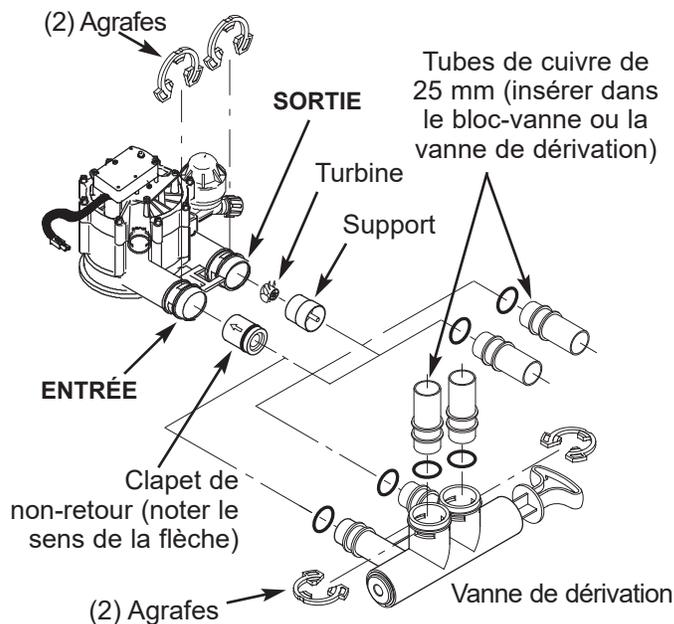

FIG. 9
- Assurez-vous que le clapet de non-retour est en place dans l'entrée du bloc-vanne, la flèche indiquant le sens de l'écoulement pointée vers le bloc-vanne, tel qu'illustré par la Figure 9.